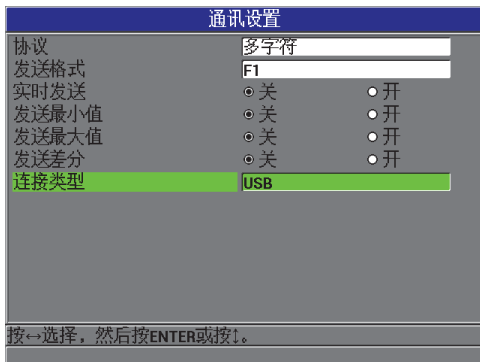

图 8-1 通讯设置屏幕 — USB
5. 在**通讯设置**屏幕上，将**连接类型**设置为 **USB**（参见第 128 页的图 8-1）。